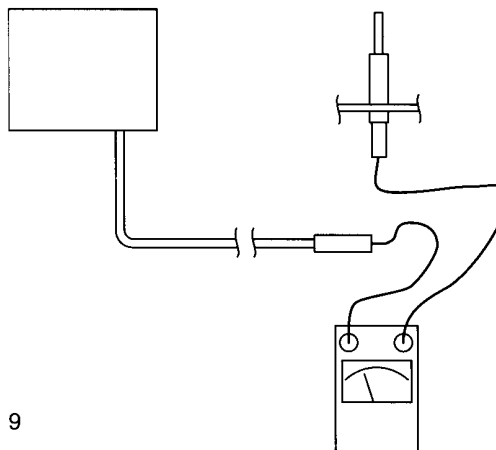

Abb. 9
- Alle Regel- und Sicherheitseinrichtungen einer Funktionskontrolle unterziehen (siehe Abb. 9).